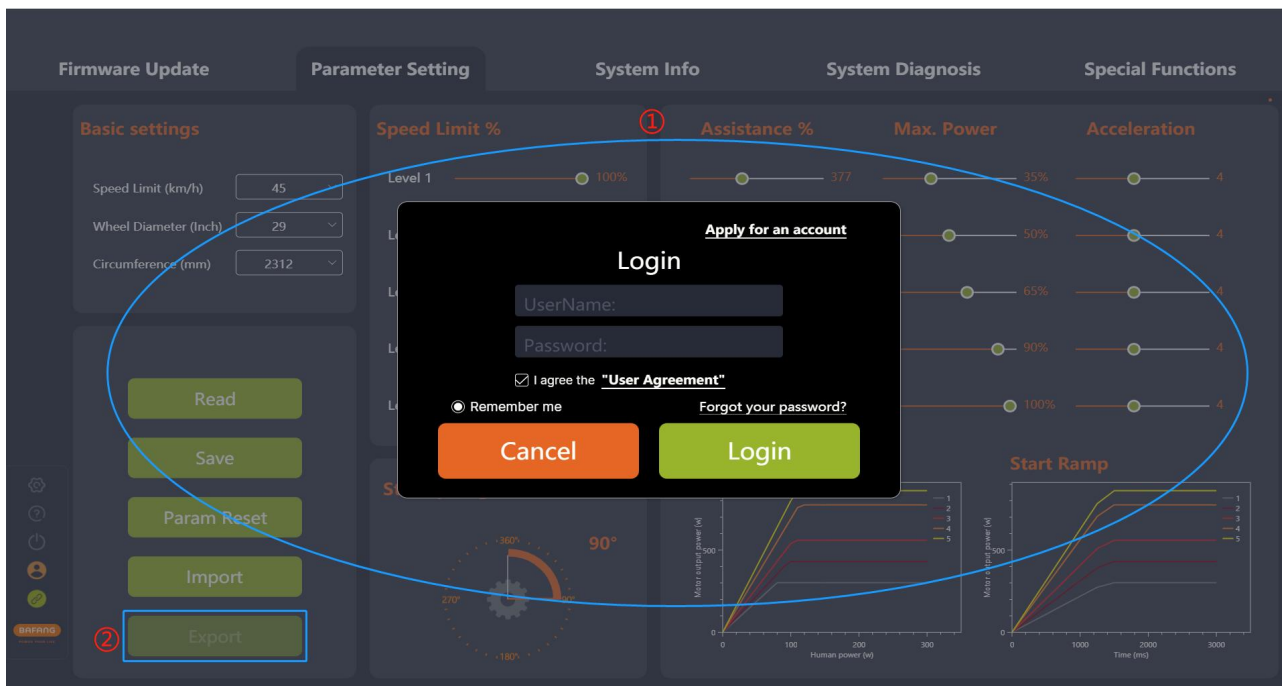

图 5-19 导出
- (1) 设置参数；
- (2) 点击“导出”，如未登录会弹出登录界面，提示用户登录（如图 5-19）；